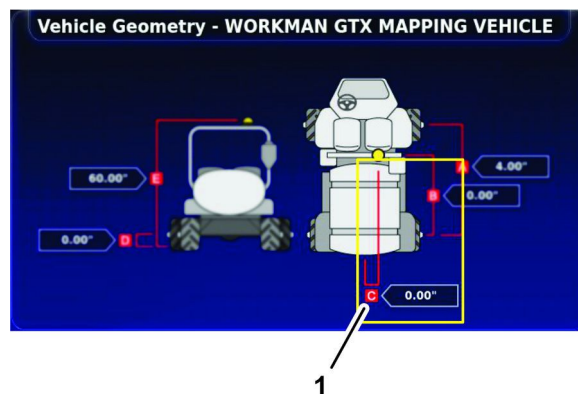

Figura 182
1. Medida entre a linha de centro da máquina e o centro do receptor de satélite (C)
3. Meça a distância entre a linha de centro da máquina e o centro do receptor de satélite (Figura 182) e anote a medida no formulário de geometria.